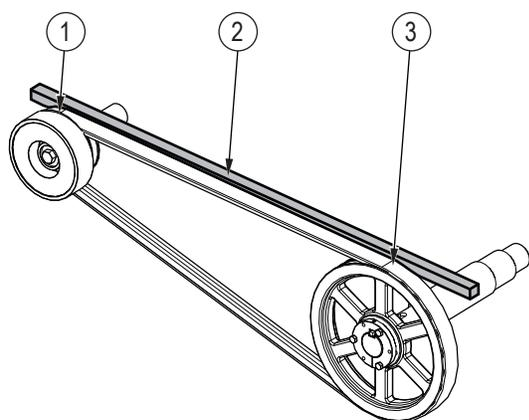

Figure 29 – Vérifiez l'alignement de la courroie d'entraînement.
1. Alignez un faisceau laser ou une règle droite (outil d'alignement) avec le bord arrière de la poulie du rotor et le volant-moteur d'embrayage. Voir *Figure 29 on page 54*.